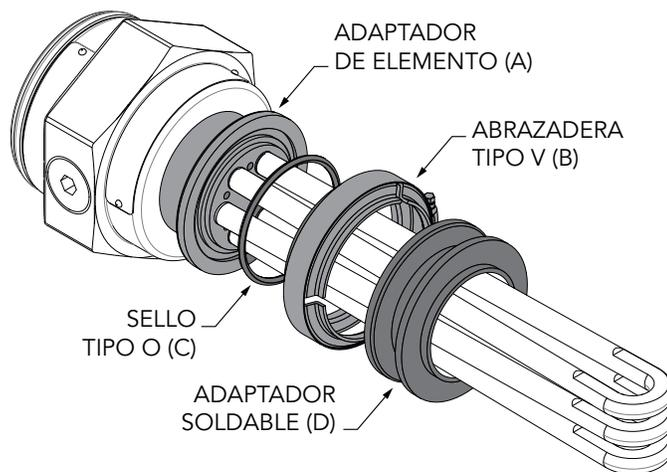

Figura 2. Componentes de abrazadera tipo V de inmersión industrial.
1. Centre el adaptador soldable (D) en el puerto. Ver Figura 2. Suelde el adaptador para fijarlo en su lugar.